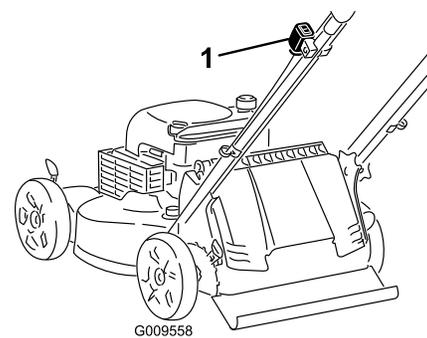

Figure 11
1. Si le commutateur d'allumage de votre tondeuse (Figure 11) est à bascule (avec une position marche ("I") et une position arrêt ("Stop")), poussez-e à la position "I". Sinon passez à l'opération 2.